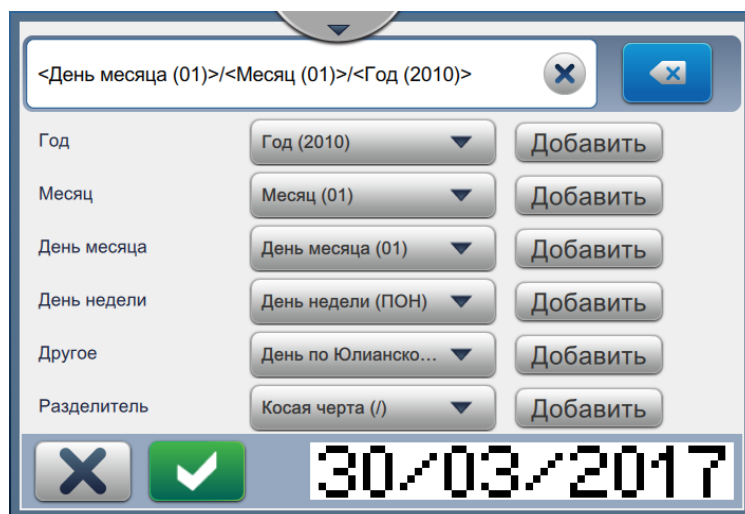
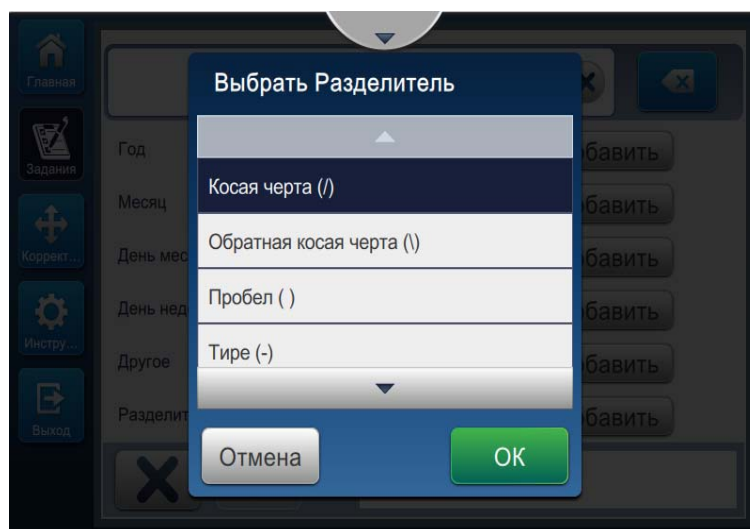

Рис. 5-10. Экран настройки даты
Рис. 5-11. Экран настройки разделителя даты
- Выберите необходимый формат из списка вариантов (доступны параметры «Год», «Месяц», «День месяца», «День недели», «Другое» и «Разделитель»), как показано на Рис. 5-10. Каждый из этих форматов имеет несколько вариантов оформления, которые можно выбрать из раскрывающегося списка. Пример показан на Рис. 5-11
- Выбрав необходимый формат, нажмите кнопку **Добавить**, чтобы перейти к настройке формата даты. Отобразится созданный формат даты, как показано на Рис. 5-10.